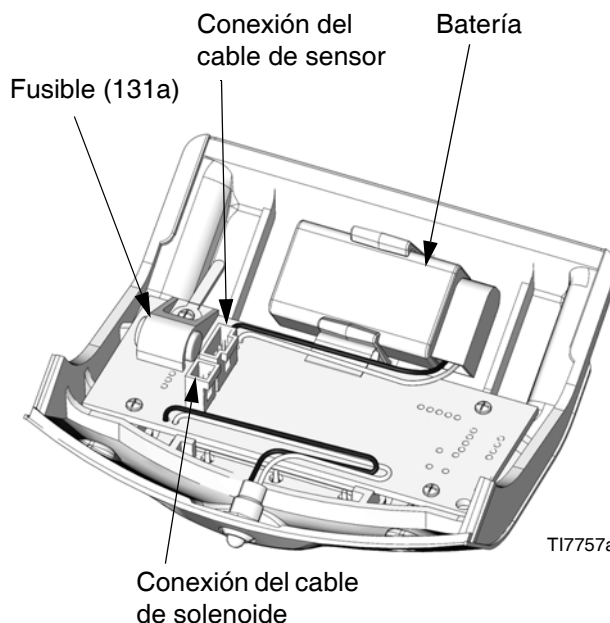

FIG. 5. Ubicación de la batería y el fusible de DataTrak
2. Desconecte los cables del solenoide y sensor de embalamiento de la tarjeta del módulo. Vea la FIG. 5.
3. Lleve el módulo DataTrak (131) a una ubicación no peligrosa.